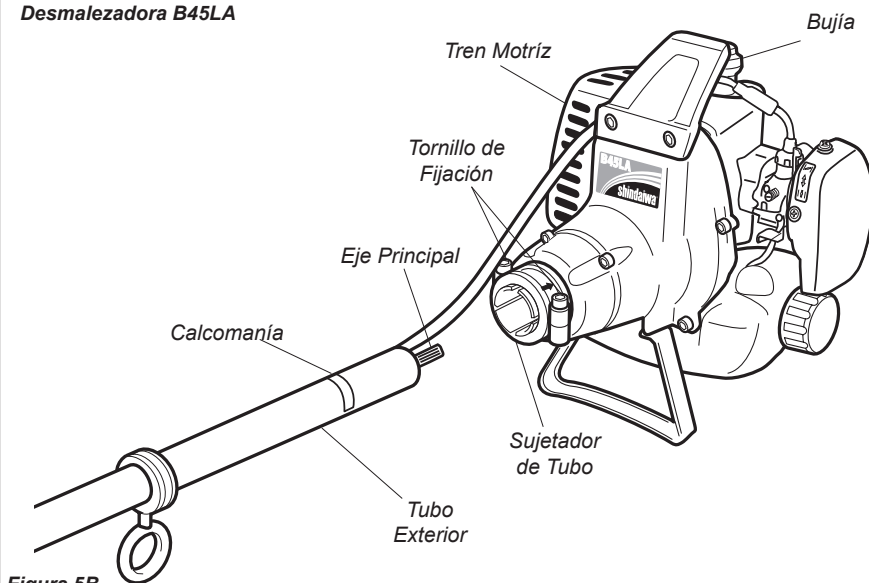

Figura 5B
- Deslice el ensamblaje del tubo del eje dentro del sujetador del tubo del tren motriz. Consulte la figura 5B.